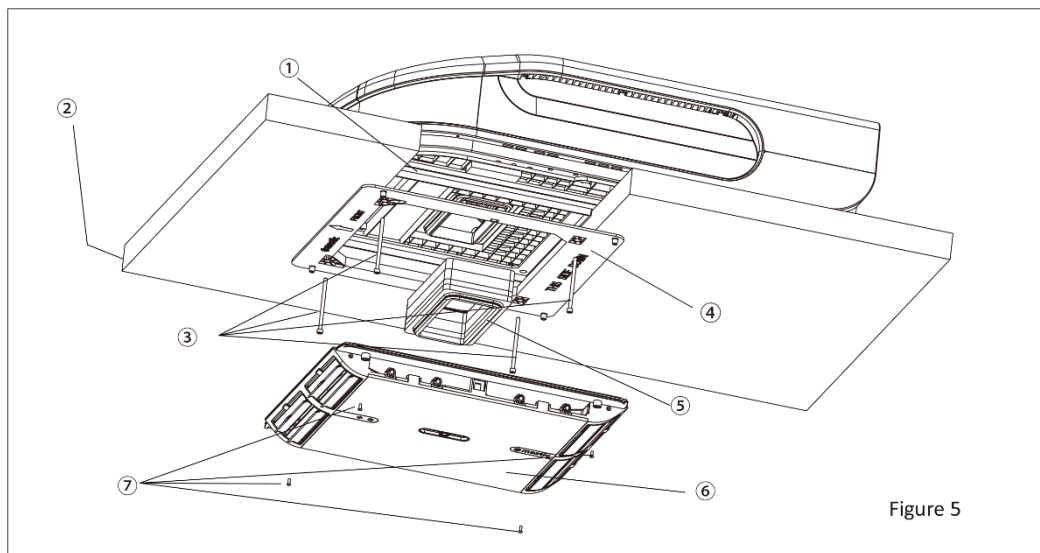

Figure 5
2. Bær udendørsenheden op på køretøjets tag og juster den med åbningerne på køretøjets tag. Brug 2 sæt monteringspladesamlinger og 4 skruebolte til at montere udendørsenheden (se fig. 5).
6. Monter skumkonstruktionen på luftkanalkonstruktionen. Brug 4 skruebolte til at fastgøre luftkanalkonstruktionen på monteringspladen. Efter tilslutning af udendørsenheden til indendørsenheden skal du kontrollere, om skumkonstruktionen har løsnet sig (Se fig. 5).